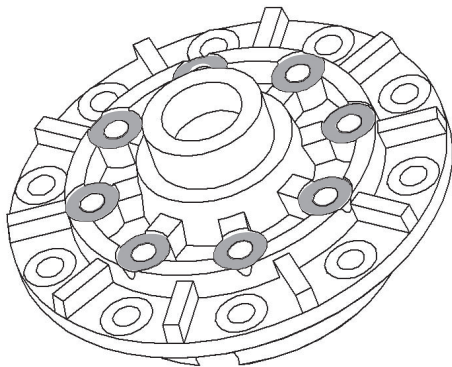

Рис. 2
1. Открутите восемь внутренних болтов (на **Рис.2** выделены серым), скрепляющих две половинки, и разъедините корпус.